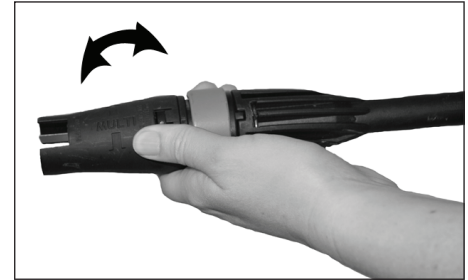

Figure 11 - Réglage de pulvérisation
4. Le motif de pulvérisation et l'intensité peuvent être changés en tournant la buse de pulvérisation au bout de la lance (voir la figure 11 & 12). Pour empêcher toute blessure, ne jamais mettre les mains devant la lance.